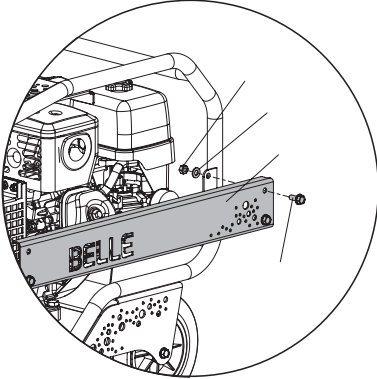

Abb. 1
1. Entfernen Sie den linken Seitenschutz und die 4 M8-Schrauben, Muttern und Unterlegscheiben (*siehe Abb. 1*).